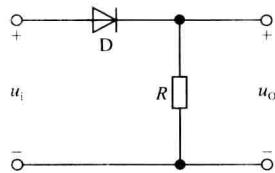

图 1.7
- 解: (1)A, C; (2)A; (3)C; (4)A。
- 1.2** 电路如图 1.7 所示, 已知  $u_i = 10 \sin \omega t (\text{V})$ , 试画出  $u_i$  与  $u_o$  的波形。设二极管正向导通电压可忽略不计。